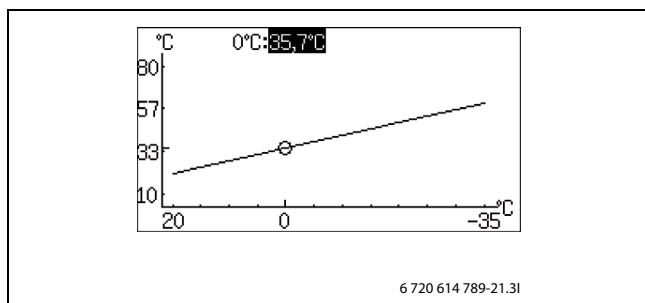

Bild 26
- Vrid ratten när fyrkanten är markerad tills 0 °C är markerad (→ Bild 26).